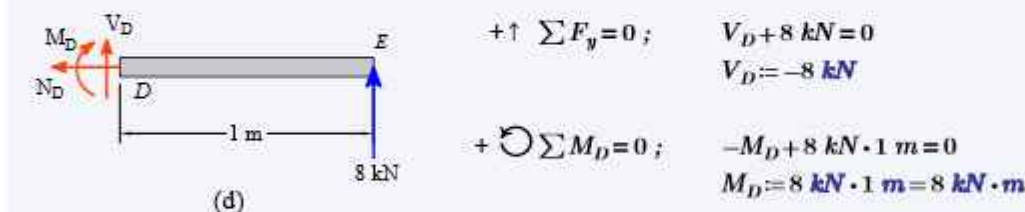

Figura 6.5
Paso ①: Determinación de las reacciones en los apoyos, a partir del D.C.L. de la figura 6.5 (b).
- Segmento ED, usando el D.C.L. de la figura 6.5 (d).